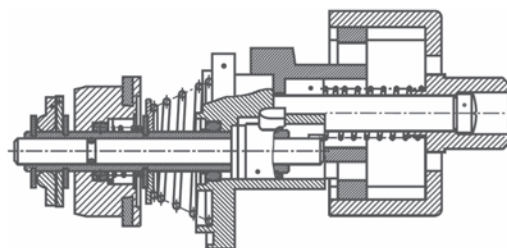

рис.5
5. Замените механизм (рис. 5) газового клапана.